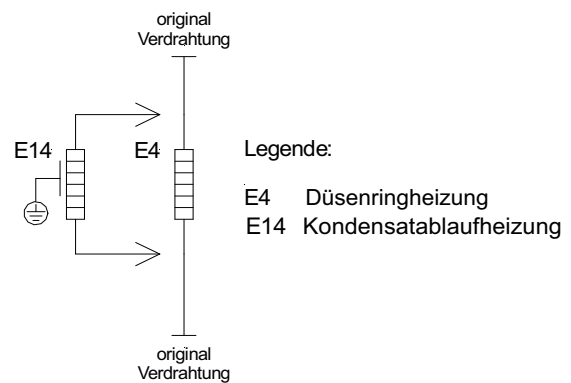

Abb. 1.2:
- 4) Klemmen Sie die Leitung parallel zur Düsenringheizung E4 an (siehe Abb. 1.2 auf S. 1)